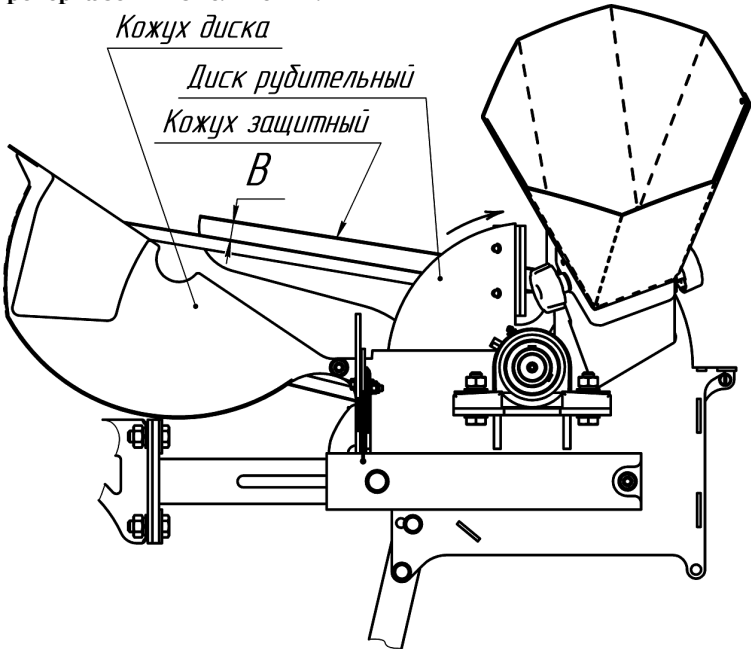

Рисунок 11 — Проверка зоны измельчения с открытым кожухом
- Б. Откройте кожух диска, предварительно ослабив винт-барашек, который его фиксирует (Рисунок 11).